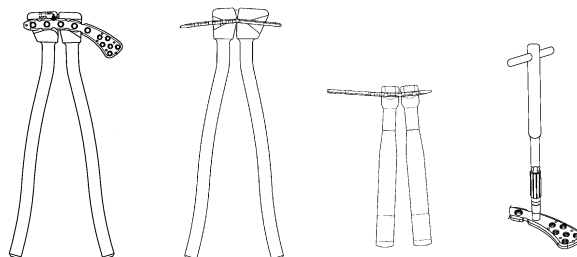

図2-1
- \* 3) 骨面への設置性を確実にする為、必要に応じてブライヤーベンダー又はハンドベンダーを用いて、プレートの骨幹部をベンディングします。ロックングスクリューホールが破壊されないよう慎重にベンディングを行って下さい。また、遠位部はベンディングしないで下さい。（図2-1～2-3）